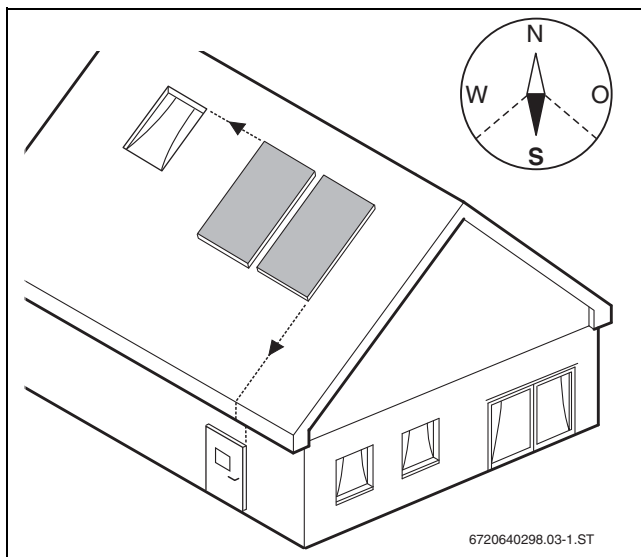

Рис. 18
- По возможности направляйте коллекторы на юг. (→ рис. 18).
- Размещайте поле коллекторов так, чтобы оно находилось на одной линии с окнами, дверьми и др. (→ рис. 18).